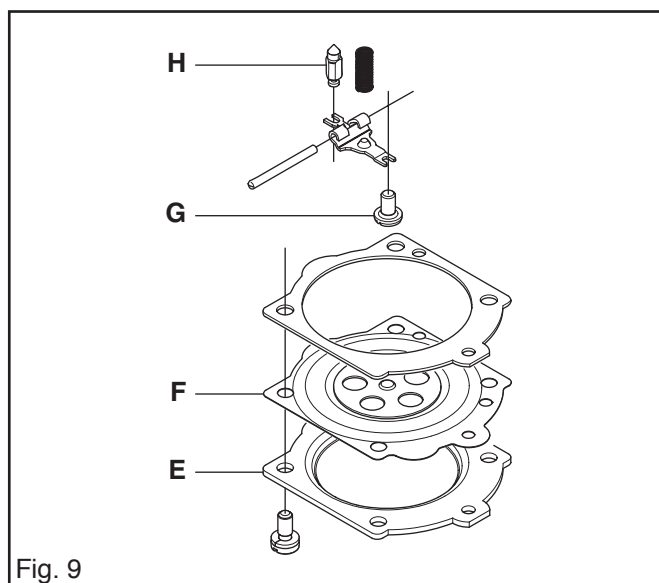

Fig. 9
7. Retirez le couvercle supérieur (E) de l'unité de dosage, puis enlevez délicatement la membrane de dosage (F) et le joint. Voir fig. 9.
8. Enlevez la vis (G), puis le pointeau (H), ainsi que le bras de levier, la tige et le ressort. Voir fig. 9.